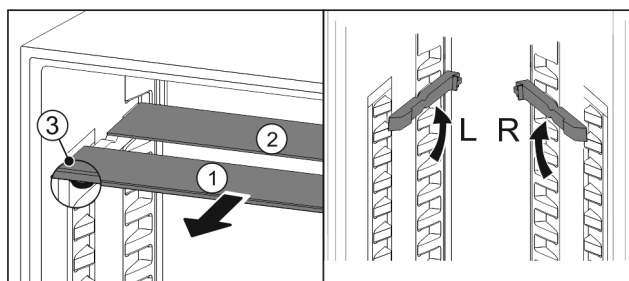

Fig. 61
- ▶ Extrageți Fig. 61 (1) pe rând plăcile de sticlă spre înainte.
- ▷ Placa de sticlă Fig. 61 (1) cu șipca decorativă se află în față.
- ▷ Opritoarele Fig. 61 (3) indică în jos.